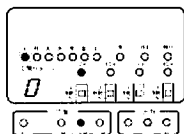

図4-3
④「▲」「▼」キーで日間パターン表示を「3」にして(図4-3)「登録」キーを押してください。